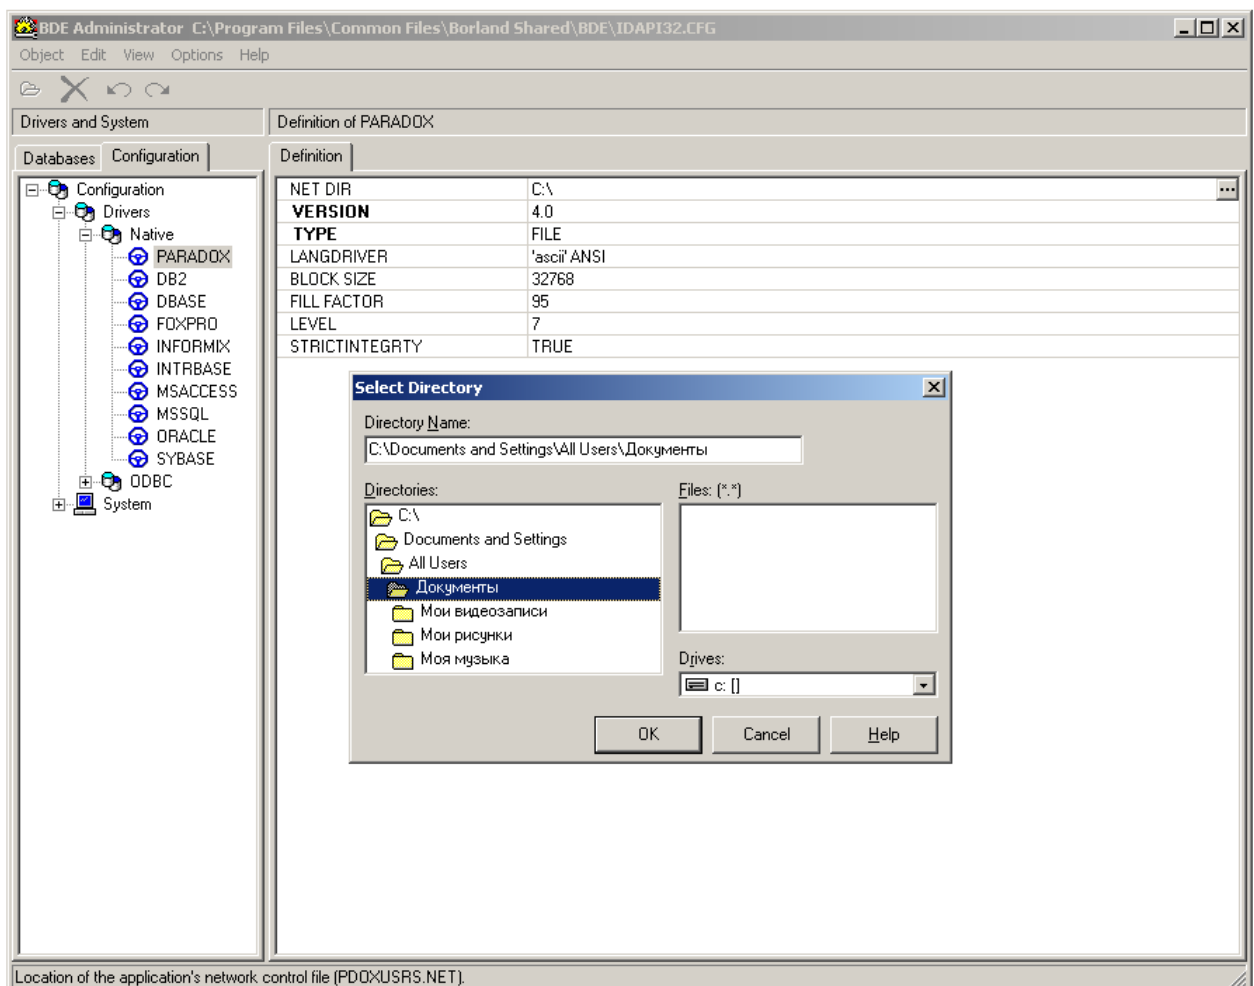

Рисунок 16
- в открывшемся окне «**Виртуальная память**», рисунок 16, выставит переключатель у параметра «**Особый размер**», в поле «**Исходный размер (МБ)**» введите значение виртуальной памяти. Значение рекомендуется указать в два раза больше имеющегося.